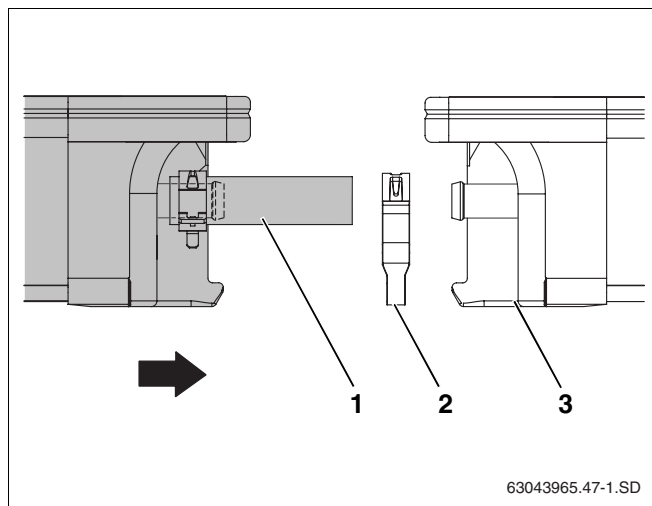

Fig. 27 Collegamento del secondo collettore al primo
- Far scivolare il secondo collettore con i tubi di gomma per solare premontati (fig. 27, **pos. 1**) nella sicurezza anti scivolamento.
- Spingere la seconda fascetta elastica (fig. 27, **pos. 2**) sul tubo di gomma per solare.
- Spingere il secondo collettore contro il primo collettore in maniera tale che i tubi di gomma per solare premontati vadano a infilarsi negli attacchi di sinistra del primo collettore (fig. 27, **pos. 3**).